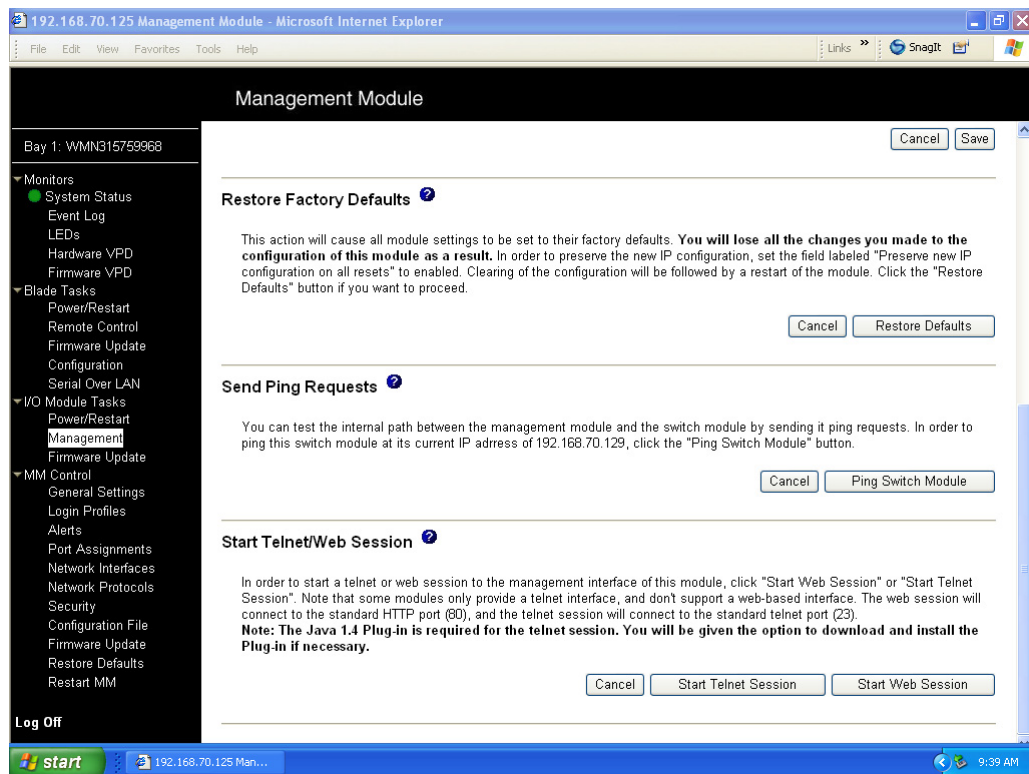

Figure 13. Fenêtre Switch Management (configuration avancée)
7. Faites défiler la fenêtre et cliquez sur **Advanced Switch Management**. La fenêtre qui s'ouvre est similaire à celle de la Figure 13, page 26.